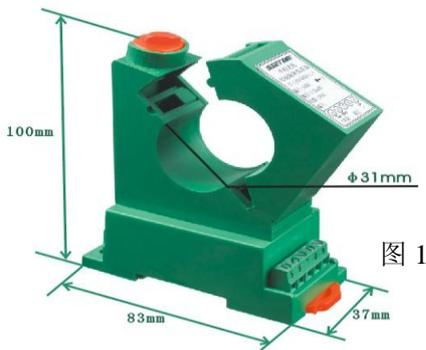
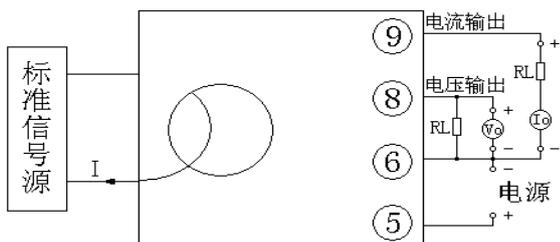

图 1 GS4 型产品外形图
图 6 产品精度试验接线图
- ① 把变送器固定卡槽一侧勾在安装导轨上；
- ② 向下牵动弹簧销(如图 1 底端的红色弹簧销)；
- ③ 使变送器卡口套在安装导轨上；
④ 松开弹簧销，变送器即卡在安装导轨上。
- ① 按图 6 中的螺孔位置在固定板上攻丝 M3 螺钉孔;
- ② 使用 M3 的螺钉拧入螺钉孔中固定。